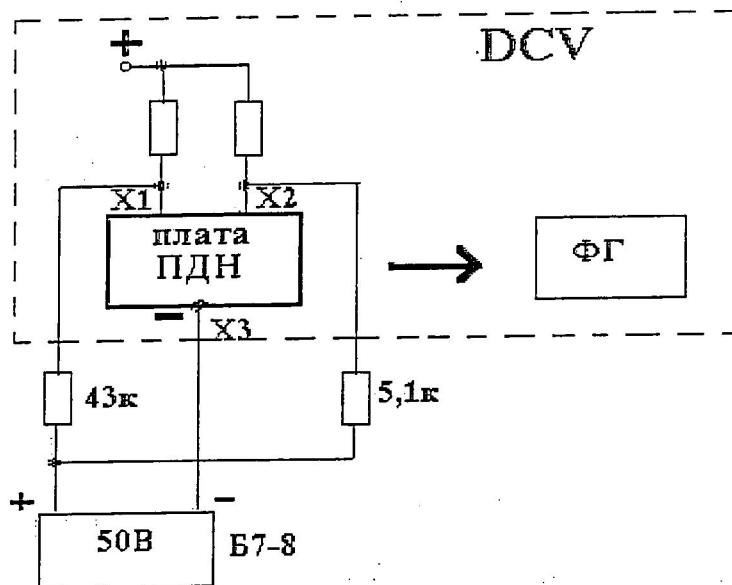

Рис.2. Схема проверки датчика без высокого напряжения.
6.1.1 Соберите схему, показанную на рис.2. Если необходимо проверить и фотоголовку, подключите ее в соответствии с рис.1.